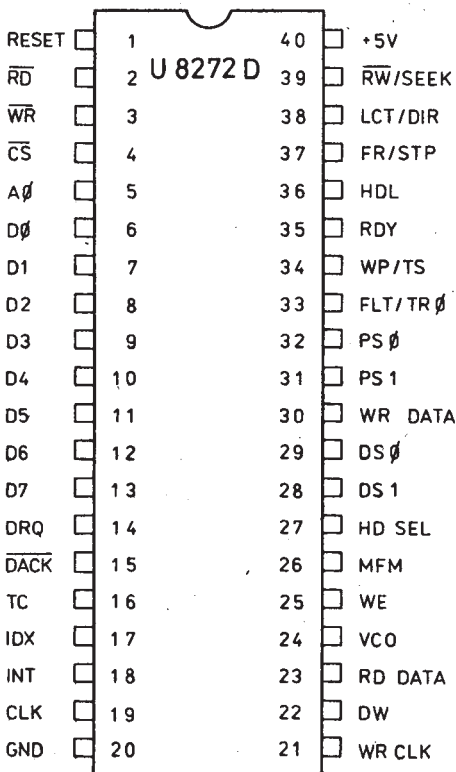

Bild 2
Der hochintegrierte Schaltkreis U 8272 enthält die vollständige Schaltung zur Steuerung der Funktion von bis zu 4 Floppy-Disk-Laufwerken in Verbindung mit dem Bus-System eines Mikroprozessors. Bild 1 zeigt die interne Schaltung als Übersicht, Bild 2 die Anschlußbelegung. Tabelle 1 enthält die Aufstellung der Anschlüsse des Schaltkreises. Er erlaubt sowohl den Betrieb mit einfacher Dichte (FM) als auch mit doppelter (MFM), wobei die Aufzeichnung mit 2 Köpfen auf beiden Seiten der Diskette möglich ist. Der U 8272 liefert Steuersignale für eine externe PLL-Schaltung, wodurch sich deren Aufwand verringern kann. Die Ansteuerung einer externen Precompensations-Schaltung wird unterstützt. Der Betrieb mit DMA-Schaltkreisen wird durch Steuersignale vereinfacht. Im Nicht-DMA-Betrieb erzeugt der Schaltkreis Interrupt, sobald ein Datenbyte zwischen Prozessor und Controller übertragen werden kann.